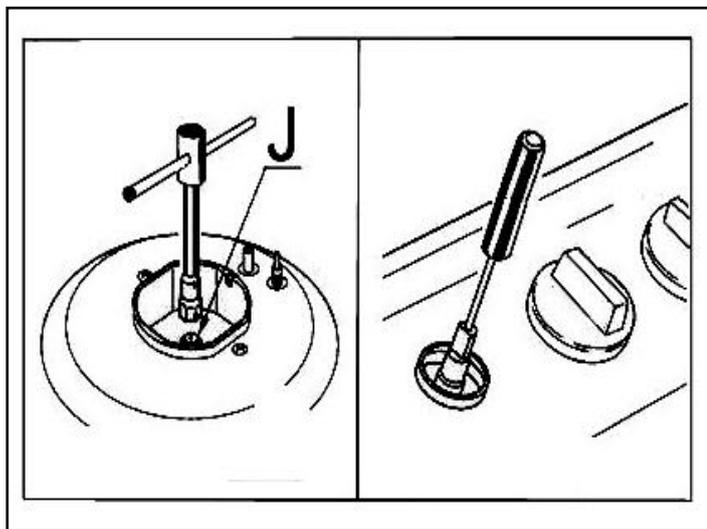

Рис. 9
- Выверните жиклеры «J» (см. рис. 9) торцевым ключом на 7 мм и замените их подходящими (см. таблицу «Диаметры жиклеров, мм»). Жиклеры маркируются указанием диаметра отверстия в миллиметрах в верхней части жиклера;
(см. рис. 9). В вентилях, оборудованных